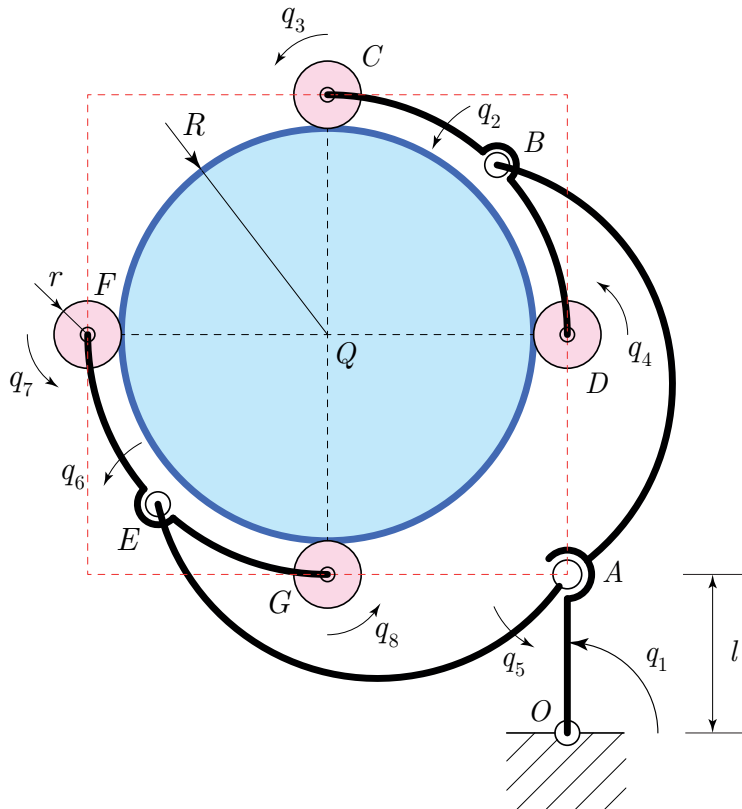

Figura 1: Gripper planare in presa su oggetto circolare.
- 1) In Figura 1 un gripper planare completamente attuato con struttura “ad albero” afferra un oggetto omogeneo di forma circolare con centro Q e raggio R . I centri delle coppie rotoidali sono identificate dai punti da $O, \dots, G$ e le corrispondenti variabili di giunto dagli angoli $q_1, \dots, q_8$. Si noti che i polpastrelli del gripper hanno raggio r , possono ruotare arbitrariamente e, in corrispondenza del contatto con l’oggetto, presentano un vincolo di tipo PCWF. Nella configurazione di Figura 1 (e solo in essa!) si proceda all’analisi del sistema rispondendo ai seguenti punti: (i) si ricavino tutte le grandezze geometriche giudicate di interesse per l’analisi cineto-statica del sistema; (ii) si definisca la configurazione $\mathbf{q}$ del gripper e se ne scriva il Jacobiano $\mathbf{J}_h$; (iii) si definisca la configurazione $\mathbf{x}$ per l’oggetto e se ne scriva la matrice di Grasp $\mathbf{G}_h$; (iv) si studi la presenza di moti labili per l’oggetto; (v) moti ridondanti per il gripper; (vi) moti coordinati gripper-oggetto; (vii) si studi l’esistenza di forze interne; (viii) forze strutturali; (ix) forze strutturali interne. Si ripetano i punti precedenti nell’ipotesi che i giunti che controllano le rotazioni dei polpastrelli (x) siano passivi, (xii) siano bloccati.